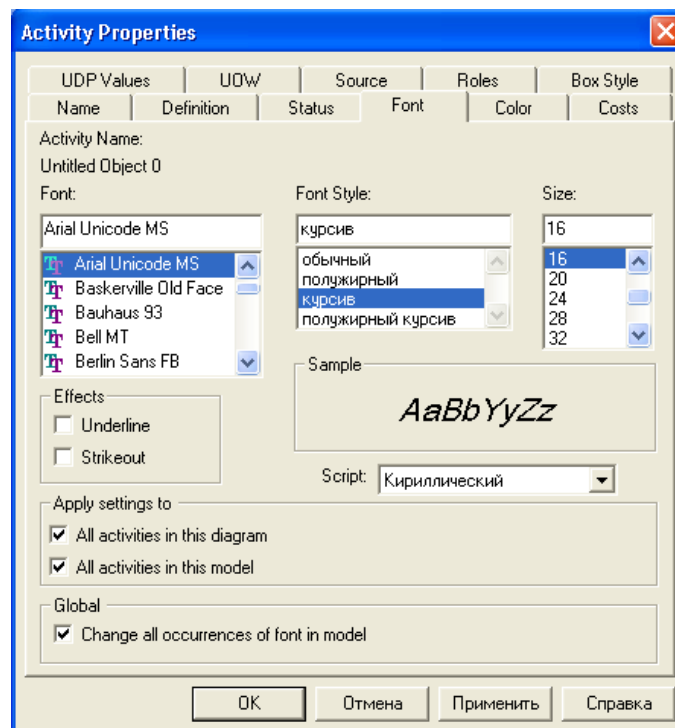

Рис. 1.9. Вкладка **Font** диалога **Activity Properties**
- Установите шрифт **Arial Unicode MS**, курсив, 16 пт (рис. 1.9.).